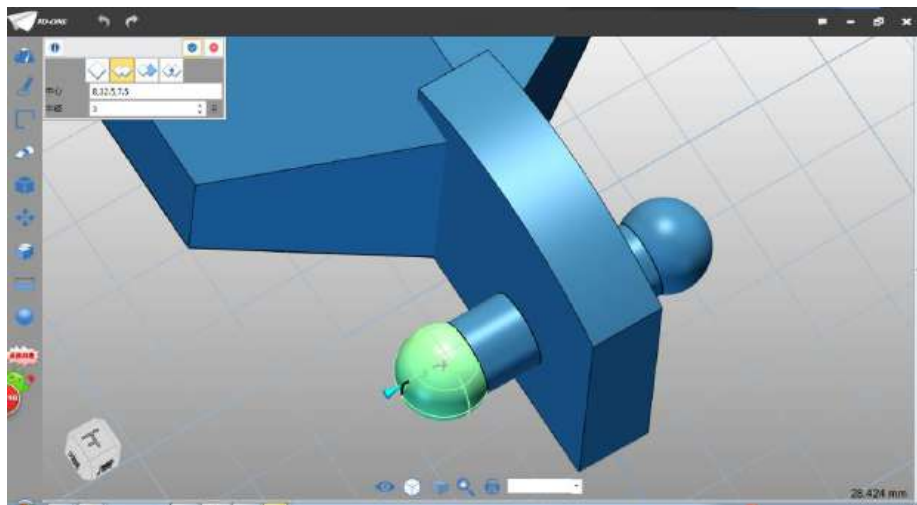

图 1-18
Step 18 同样方法，在另一侧绘制球，中心设为圆柱端面圆心，半径设为 3，如下图 1-18 所示：